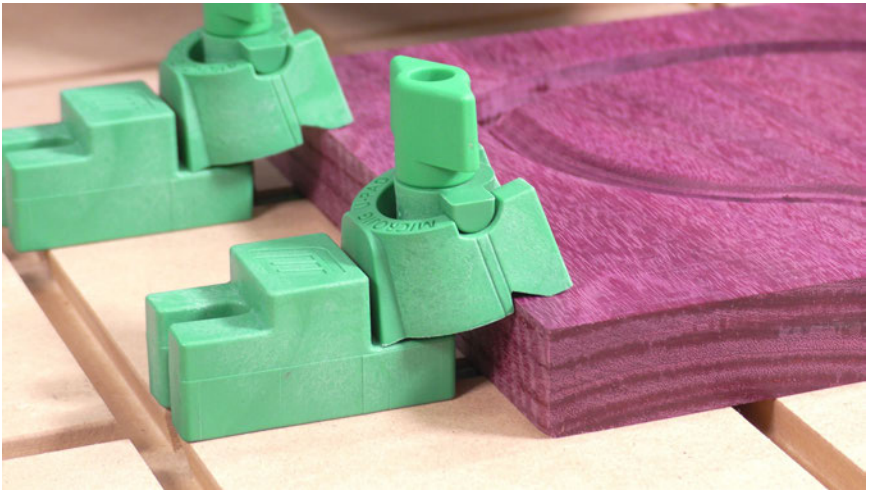

Fig 7a - U-Pad Clamps
- 7.3. Die Kerbe in der Spannfläche hält die Werkstücke nach unten, verhindert aber auch, dass sich das Werkstück während des schweren Schneidens seitlich verschiebt. (Fig 7a)